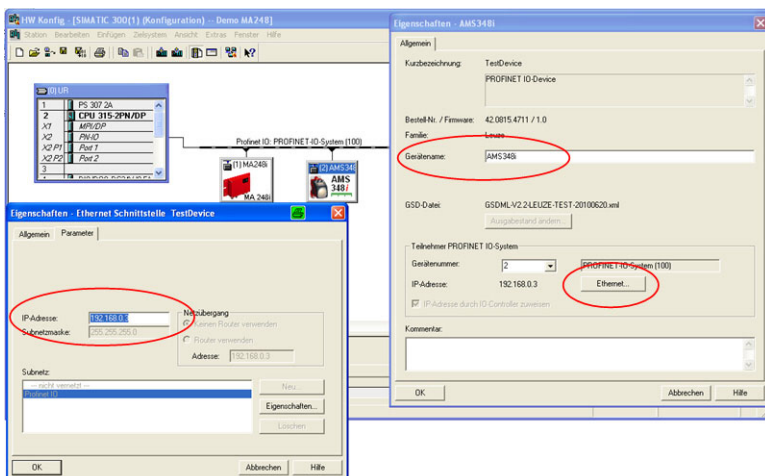

Figura 9.6: Asignación de un nombre de equipo inequívoco en la ventana de propiedades
- Asignar los nombres de los equipos a los dispositivos IO configurados (vea la figura 9.6)